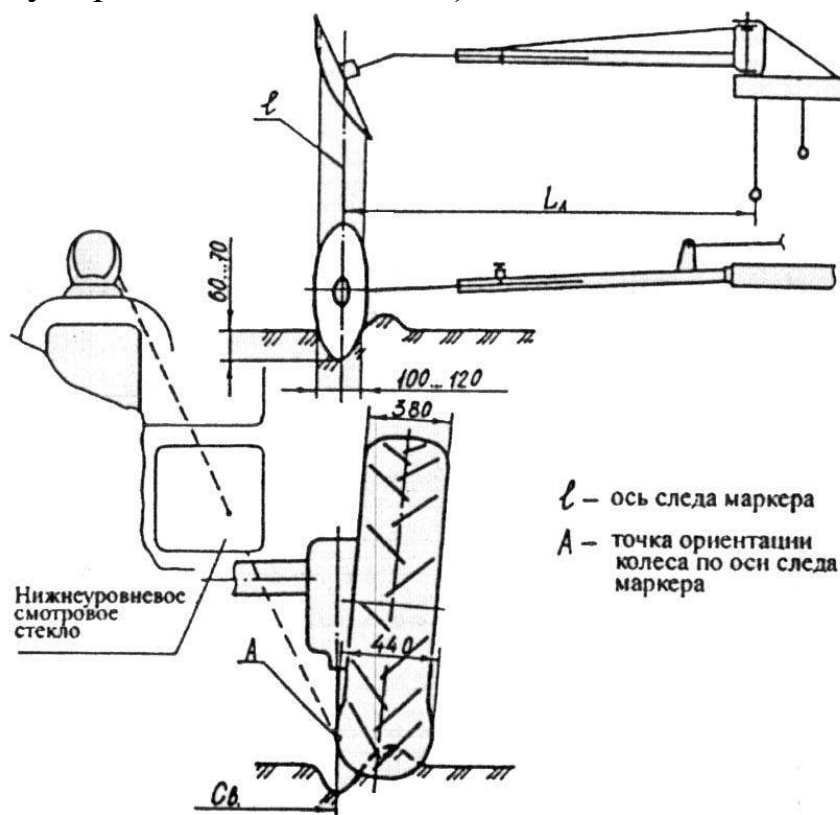

Рис. 20. Схема привязки переднего колеса трактора к следу маркера.
6.3.3. При посеве обеспечить точную привязку трактора к следу маркера, соблюдая принцип вождения трактора “точкой колеса по линии следа маркера” (рис. 20).